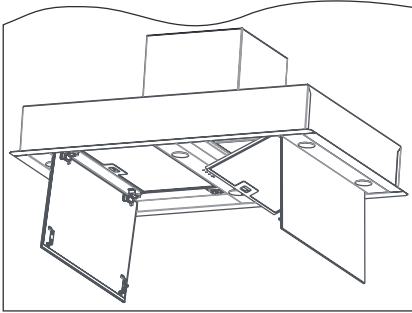

Abb.5: Metallfettfilter entnehmen, bzw. einsetzen
- Randabsaugungsplatte aus der Arretierung lösen und nach unten klappen (rückseitige Scharniere verhindern ein Herausfallen) (⇔ Abb. 5).